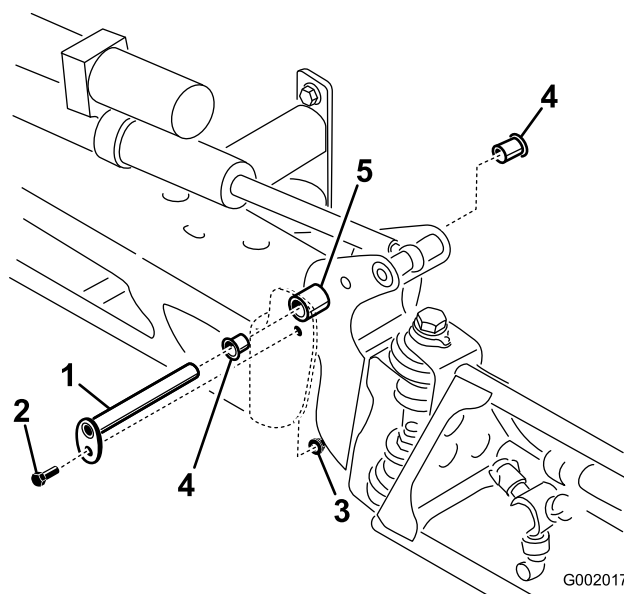

図 21
3. ブームを支えておきながら、ピボットピンをブーム・アセンブリに固定しているボルトとナットを取り外す (図 21)。
6. ナイロンブッシュを取り外し、ピボットブラケットの前面および後面側から見て点検する (図 21)。
8. センターフレームにブーム&ピボットブラケット・アセンブリを取り付け、開口部を整列させる(図 21)。